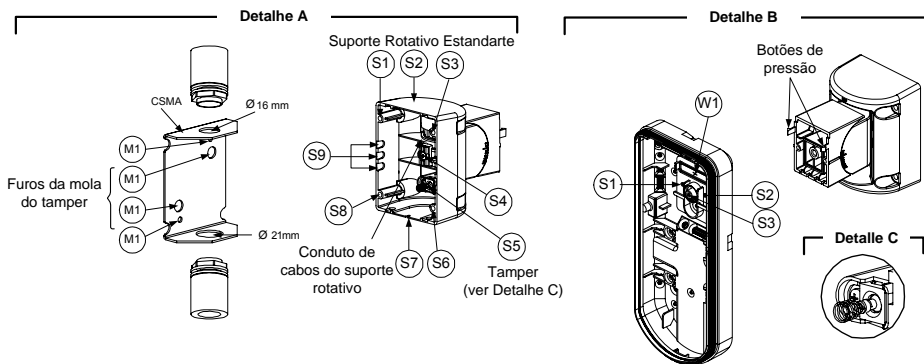

Figura 6
3. Abra os furos pré-marcados na base externa (Figura 6, Detalhe B)
4. No suporte padrao remova os furos pré-marcados para fiação necessária S2, S7 or S9 (Figura 6, Detalhe A).
5. Remova o Tamper traseiro da base interna (veja o paragrafo "Trocando a posição do tamper de parede") e conecte no S5 (Figura 6, Detalhe A) no suporte padrão.
- a. Insira a fiação através dos furos pré-marcados S2, S7 ou S9 e retire (Incluindo os fios de tamper) através da passagem de fios do suporte padrao (Figura 6, Detalhe B).
(usando o Adaptador Metálico para Suporte de Conduite –AMSC, Figura 6, Detalhe A)
- Insira os cabos externos e os fios de tamper no conduíte através da passagem do suporte (Figura 6, Detalhe A).
A mola do Tamper S5 (Figura 6) deve ter contato com a parede através dos furos M2 ou M3 no AMSC. Certifique-se de ouvir o “Clique” quando prender na parede.
- Insira os fios do tamper e os fios externos do suporte através dos furos pré-marcados W1 na base externa (Figura 6, Detalhe B).